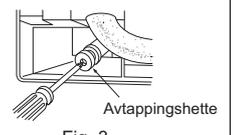

Fig. 3
- Ved kobling av avtappingsslangen til det harde røret i vinylklorid, påse at slangen føres godt inn i røret. (Fig. 3)
- 4) Trekk avtappingsshetten inn i delen hvor avtappingsslangen skal festes bakerst i den innvendige enheten. (Fig. 3)